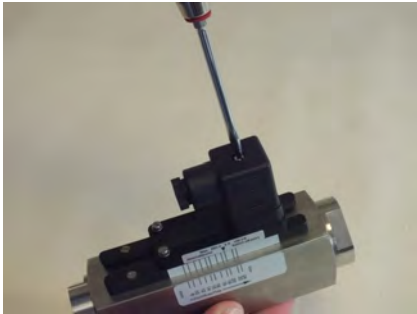

Abb. 23: Steckerdose lösen
1. ➔ Lösen Sie die Befestigungsschraube (Abb. 23) von der Steckerdose
9. ➤ Stecken Sie die Steckerdose auf den Gerätestecker. Ziehen Sie die Befestigungsschraube (Abb. 23/1) an